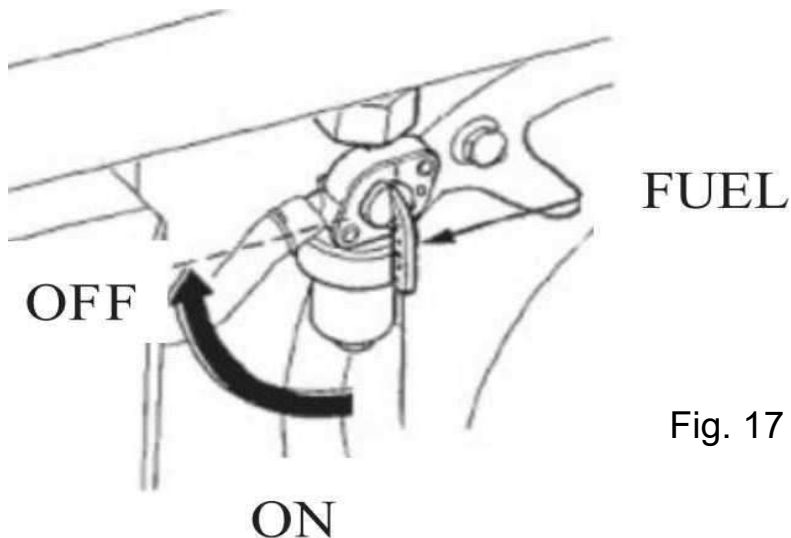

Fig. 17
2. Öppna bränslekranen (se s.26 fig.17).